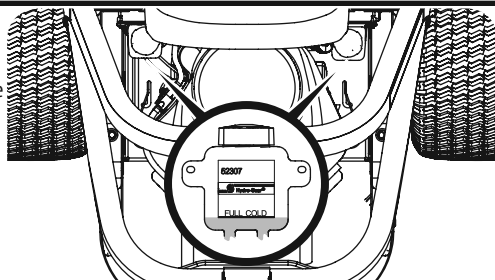

Figura 35
1. Limpie la tapa del depósito y el área que la rodea para evitar que el aceite de transmisión se contamine con partículas. Consulte la Figura 35.
2. Gire la tapa del depósito en sentido contrario al de las agujas del reloj para retirarla, luego controle el nivel de aceite del depósito. El aceite debe ser visible en la base de la cubeta, pero el nivel del mismo NO debe estar por encima de la línea de "LLENO FRÍO". Consulte la Figura 35. NO LLENE EL DEPÓSITO.
1. Extraiga el tapón del depósito de expansión de aceite transmisión. Consulte la Figura 35.